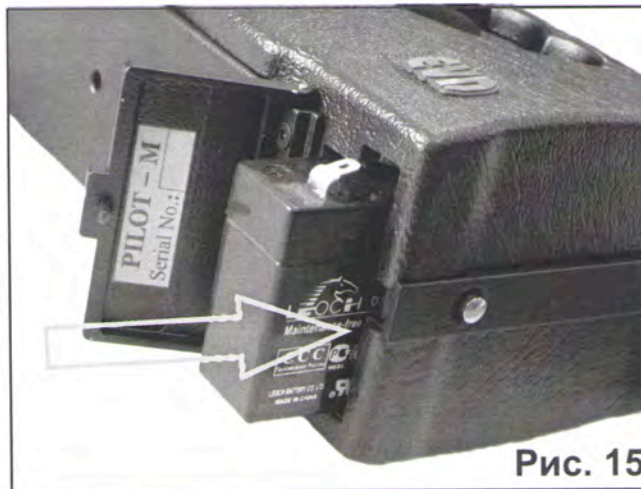

Рис. 15
- Поместите заряженную аккумуляторную батарею в батарейный отсек (рис. 15).